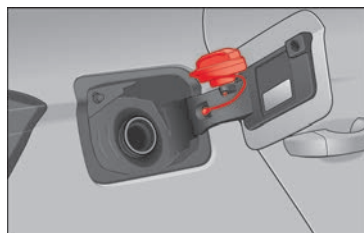

Fig. 63 Sportellino del serbatoio con all'interno il tappo.
- Collocarlo nello spazio della cerniera dello sportellino aperto » **fig. 63**.